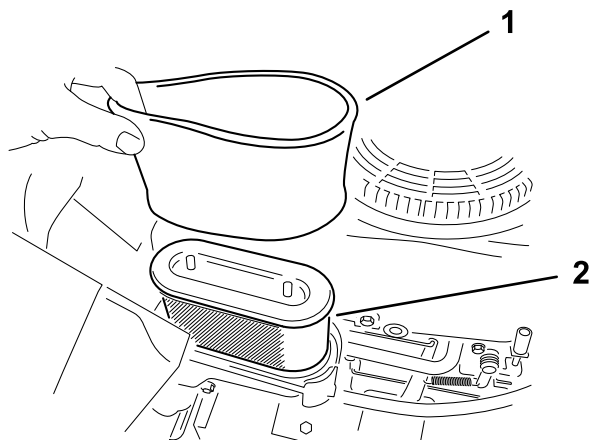

Рисунок 37
5. Осторожно извлеките фильтрующие элементы из пеноматериала и бумаги из корпуса воздухоочистителя (Рисунок 37).
Примечание: Замените бумажный элемент, если он очень грязный (Рисунок 37).
1. Установите фильтр из пеноматериала на бумажный фильтр (Рисунок 37).